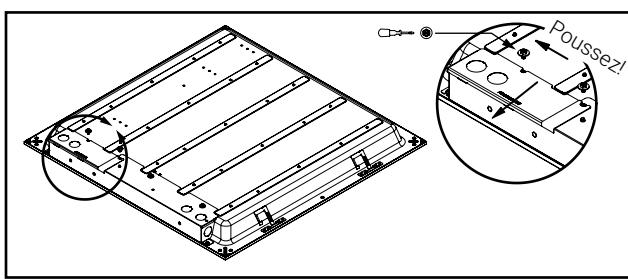

Figure 1.
- Repérez le couvercle de la boîte de jonction du luminaire et glissez-le afin de le retirer (Fig. 1).